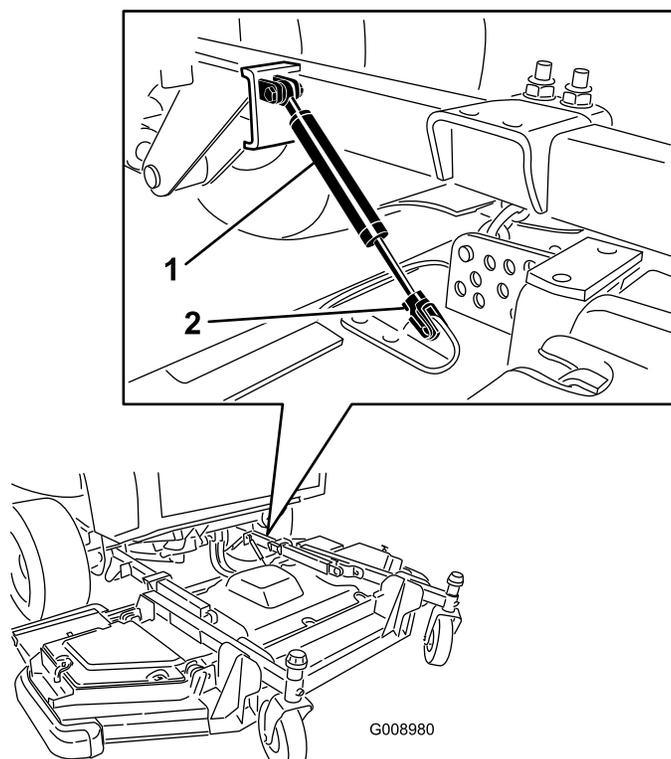

図 130
- 刈り込みデッキのダンパアセンブリを固定しているリテーナクリップを抜いてアセンブリを外す **図 130**。